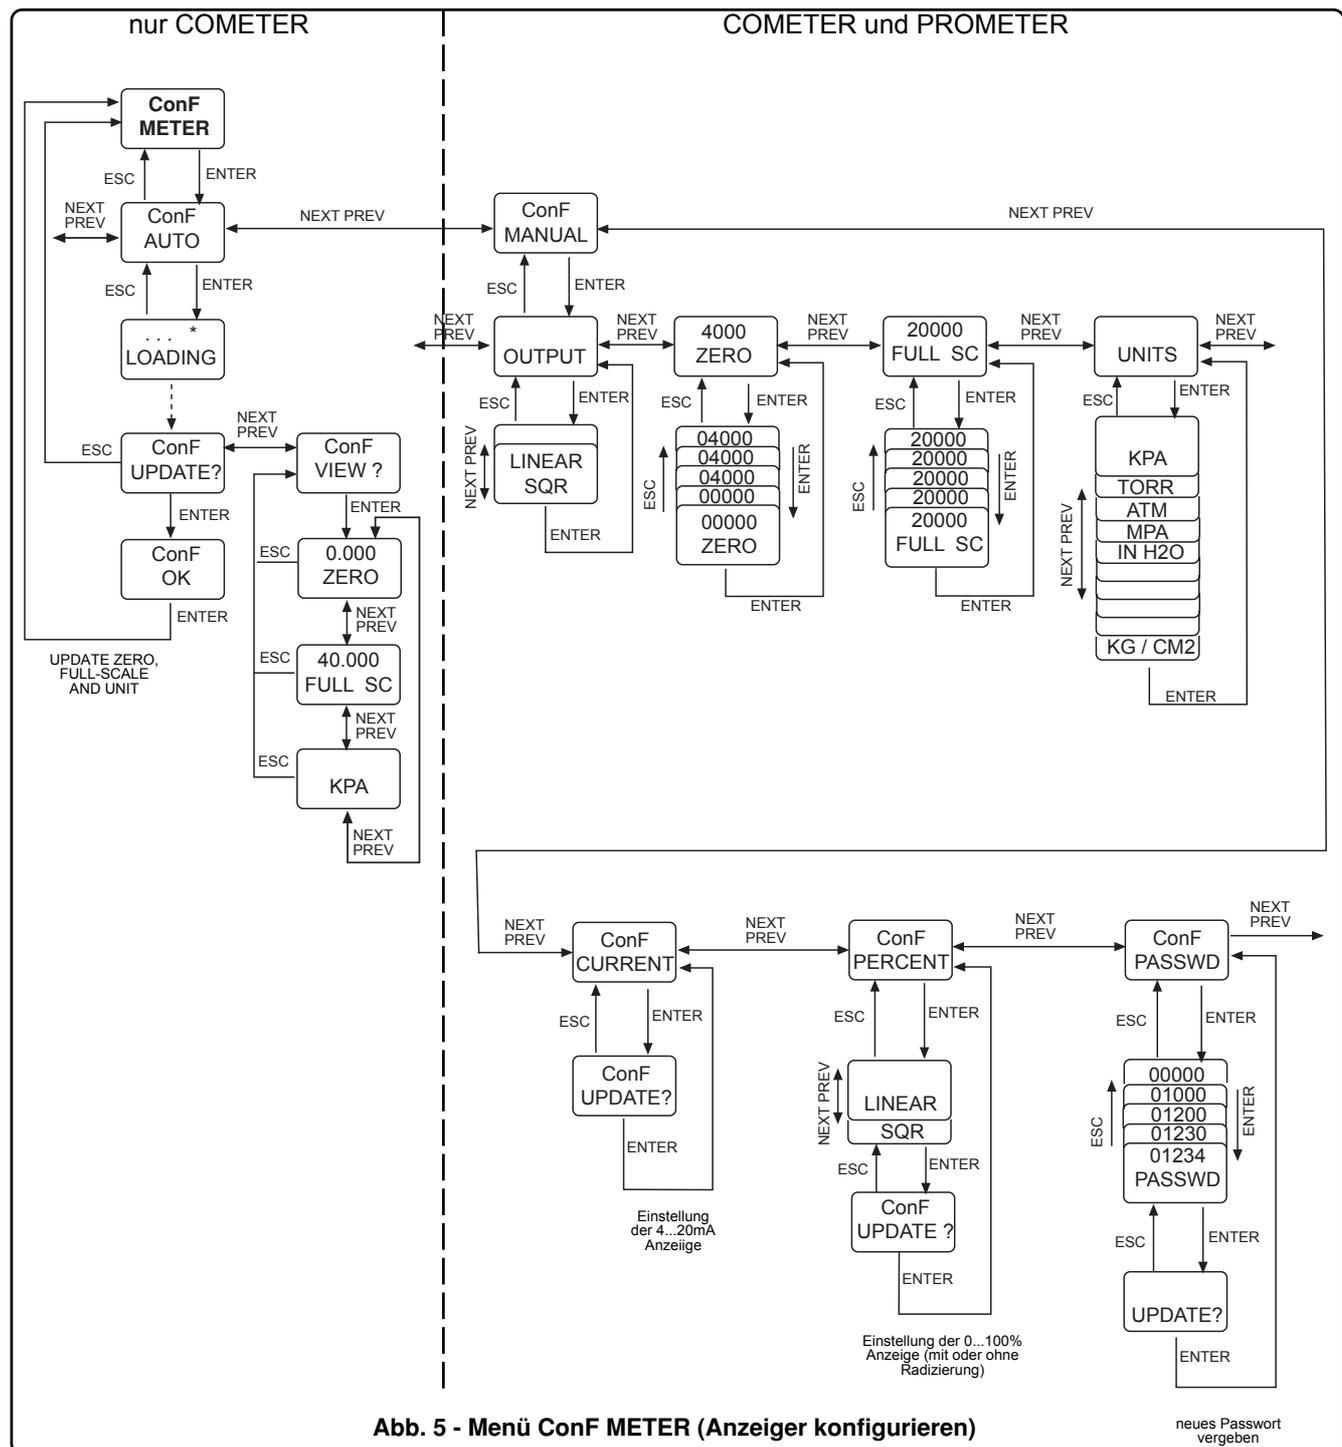

Abb. 5 - Menü ConF METER (Anzeiger konfigurieren)
Der Zugang zu den Konfigurationsmenüs kann mit einem Passwort aus fünf Ziffern geschützt werden. Dieses Passwort kann im Menü **ConF METER** (Anzeiger konfigurieren) festgelegt und aktiviert werden. Der Zugang zum Menü **ConF PASSWORD** (Passwort konfigurieren) erfolgt wie in Abbildung 5 gezeigt. Sobald das Menü **ConF PASSWORD** (Passwort konfigurieren) geöffnet wurde, blinkt der Cursor bei der ersten Ziffer. Um die Ziffern, die ursprünglich auf Null (0) gesetzt sind, zu ändern, den Taster **ENTER** betätigen. Mit den Tastern **NEXT** und **PREV** den Wert der jeweils aktiven Ziffern erhöhen oder verringern und dann mit dem Taster **ENTER** den Cursor auf die nächste Ziffer verschieben oder mit dem Taster **ESC** auf die vorherige Ziffer zurückspringen. Wenn die Meldung „UPDATE?“ (Aktualisieren?) erscheint, kann das neue Passwort durch Betätigen des Tasters **ENTER** bestätigt oder die Passwortdefinition durch Betätigen des Tasters **ESC** abgebrochen werden. Wenn alle Ziffern auf Null gesetzt sind, ist das Passwort deaktiviert.
Messumformers auf eine lineare Funktion umgestellt werden. Vorgehensweise für das Menü ConF AUTO (Automatische Konfiguration) siehe Abb. 5 - ConF METER (Anzeiger konfigurieren).
Wenn diese Option gewählt wird, kann der Bediener das CoMeter und ProMeter von Hand konfigurieren, d. h. die Werte für den Messbereichsanfangswert LRV (ZERO), den Messbereichsendwert URV (FULL SC) und die gewählte Einheit (UNIT) von Hand festlegen und die Ausgangsfunktion auf eine lineare (LINEAR) oder eine Radizierfunktion (SQR) einstellen. Für den Messbereichsanfangswert LRV und den Messbereichsendwert URV können Werte zwischen -99999 und +99999 eingegeben werden. Genauere Angaben zur Vorgehensweise siehe Abb.5-ConF METER (Anzeiger konfigurieren). Damit das CoMeter den analogen Ausgangsstrom oder den Ausgangs-Prozentwert anzeigt, ist ConF CURRENT beziehungsweise ConF PERCENT einzustellen.
Mit der Option ConF PERCENT kann der Bediener die Ausgangsfunktion auf eine lineare (LINEAR) oder eine Radizierfunktion (SQR) einstellen. Wenn die Radizierfunktion gewählt wird, ist das Ausgangssignal zwischen 0 bis 20% linear (bis 4% Eingang dp). Genauere Angaben zur Vorgehensweise siehe Abb.5-ConF METER (Anzeiger konfigurieren).